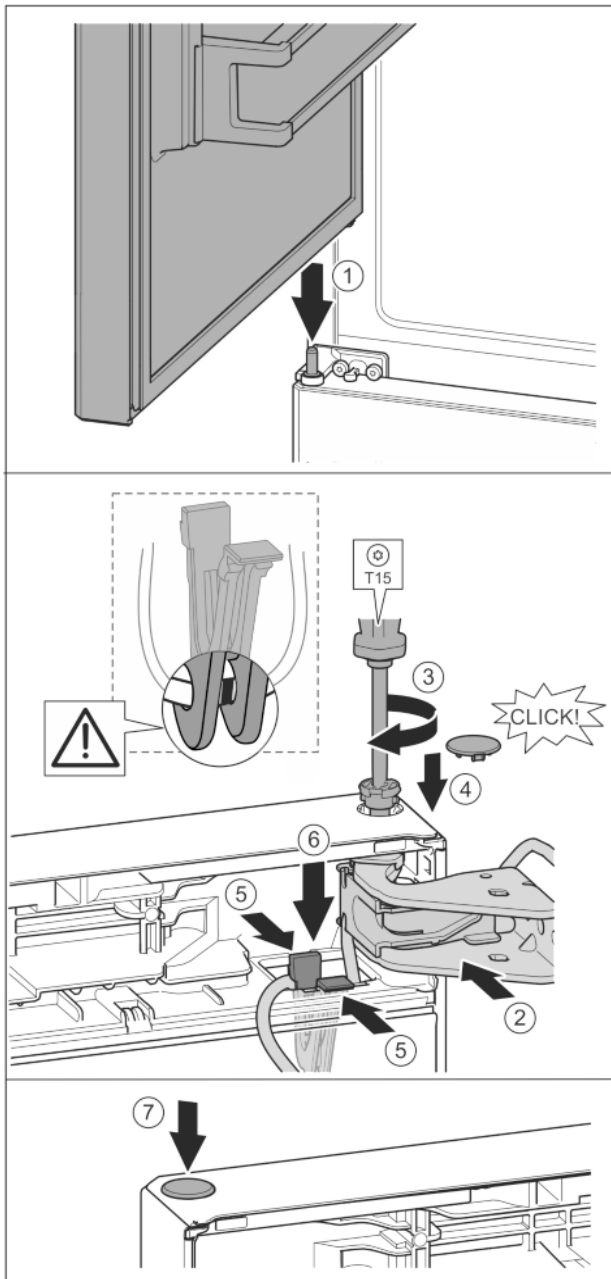

Fig. 36
- ▶ Установка верхней двери на средний опорный палец Fig. 36 (1)
- ▶ Дверь вверх выровнять по отверстию в опорном кронштейне. Fig. 36 (2)
- ▶ Вставить палец и затянуть отверткой T15. Fig. 36 (3)
- ▶ Установить предохранительную крышку для защиты двери: вставить предохранительную крышку и проверить, прилегает ли она к двери. В ином случае вставить палец полностью. Fig. 36 (4)
- ▶ Вставить держатель кабеля с закрепленным на нем кабелем в отверстие. Fig. 36 (5)
- ▶ Прижать держатель вниз так, чтобы соединительная накладка защелкнулась. Fig. 36 (6)
- ▶ Вставить заглушку. Fig. 36 (7)